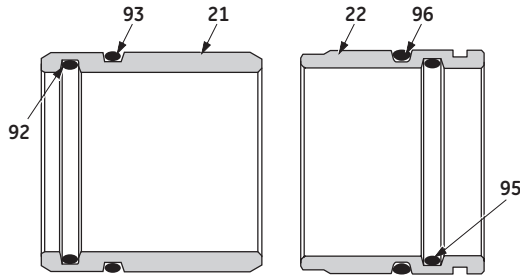

图 4 - “O”形环选件布局
- B. 旋松锁紧螺母 (46), 然后移除 U 形夹 (35) 和锁紧螺母 (46)。
- C. 旋松和移除螺丝帽 (41), 移除膜片壳体 (42) 和膜片 (40)。
- D. 使用长筒套来旋松并拆除锁紧螺母 (45) 和垫圈 (44)。
- E. 移除活塞 (43) 和弹簧 (39), 检查所有组件。
8.3 阀体 (参见图 4 和图 16)
- E. 应与轴 (19) 一同拉出的组件有：盘根 (17)、盘根盒环 (23 或 100)、间隔管 (20) 和上导套 (21)。
注：间隔管 (20) 与上导套 (21) 可能仍留在阀体内。应将其拆除。要拆除间隔管 (20)，只能将其从阀体的阀盖端拉出。要拆除上导套 (21)，可以在拆除阀塞之后将其挤出阀体，也可以通过阀体的阀盖端将其拉出。对于设计用于泥浆或沾性流体工作环境的阀，上导套配有一个内部“O”形圈 (92) 和一个外部“O”形圈 (93)；下导套配有一个内部“O”形圈 (95) 和一个外部“O”形圈 (96) (参见图 4)。